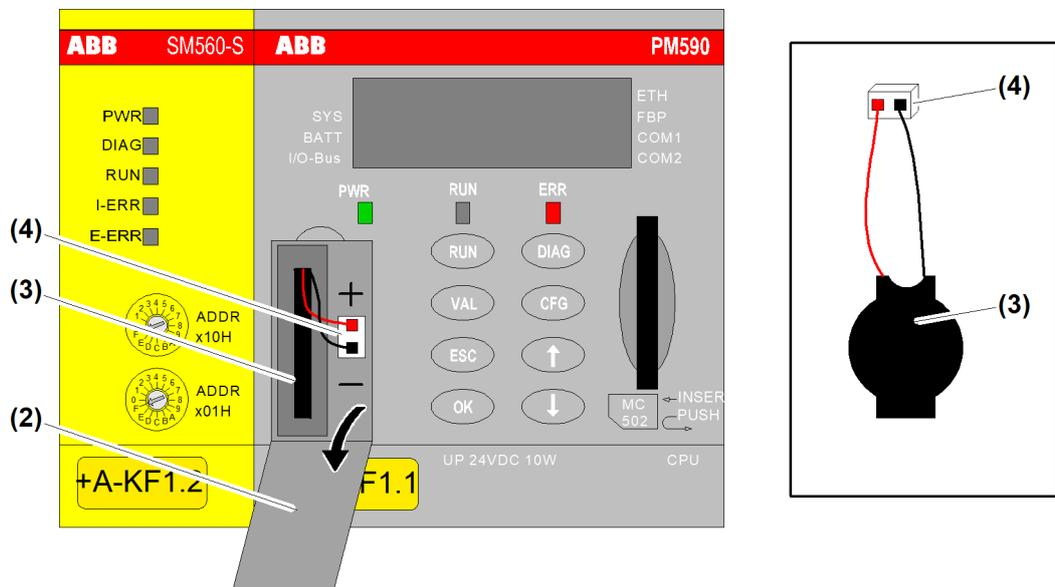

Fig. 6: Batteriefach SPS-Zentraleinheit +A-KF1.1
- ▶ Batterie wieder einsetzen. (siehe: Fig. 6, Seite 17)